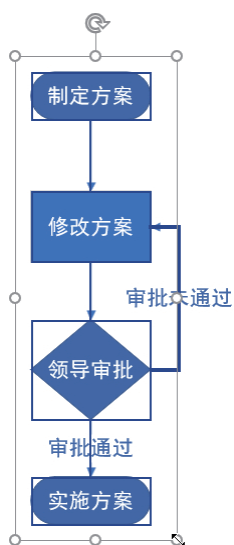

图 1-33 调整图表大小
(3) 将鼠标指针移动到图表右下角的方块上，当鼠标指针变为斜向箭头时拖动该方块，将同时改变图表的宽度和高度，如图 1-33 所示。